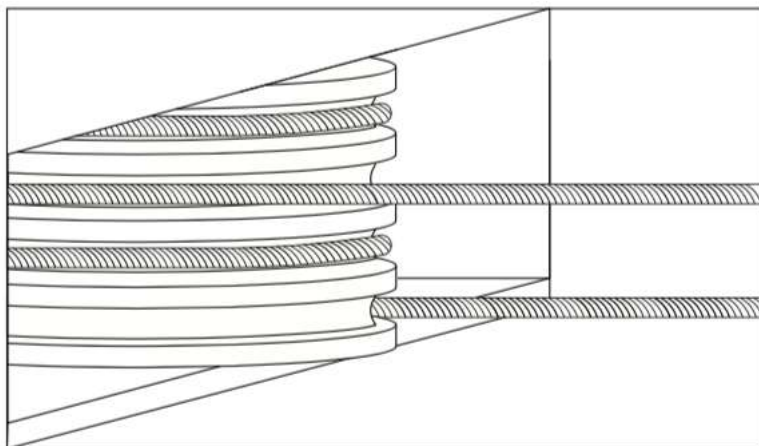

Fig. 7 – Løftespil med wire
5. Lokaliser nu den løftevange som skal monteres mellem søjlen med motor og søjlen i øverste højre hjørne (se overordnet design s. 6). Vær opmærksom på at den viste udskæring (fig. 7) passer sammen med wirehjul under kørebanen. Luftslangen på løftevangen skal vende væk fra liften.